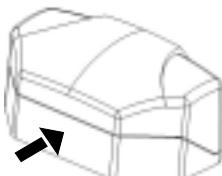

Рис. 3
11.1. Снимите крышку извещателя, для чего нажав на заднюю стенку основания извещателя (рисунок 3), сдвиньте пальцами второй руки края крышки, в местах указанных на рисунке 4, снимите крышку.